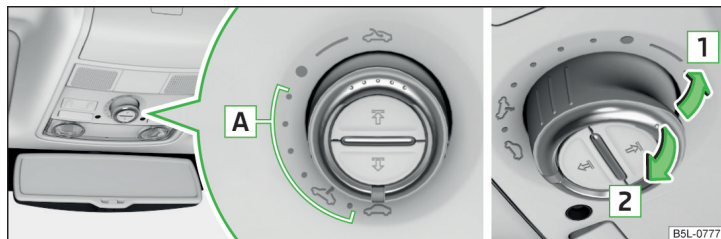

Fig. 40 Commande confort du toit ouvrant coulissant/relevable
Commande du toit ouvrant coulissant/relevable » fig. 40
Si le toit ouvrant coulissant/relevable est fermé en tirant sur l'évidement du commutateur dans le sens de la flèche **2** » fig. 40 à la page 58 et si le processus de fermeture rencontre un obstacle, la limitation de la force est désactivée lors de la troisième tentative de fermeture (si le délai de 5 s entre les différentes tentatives de fermeture n'est pas respecté). Fermez le toit ouvrant coulissant/relevable avec précaution – risque de blessure.
- Mettez le contact et réglez le commutateur en position ↶ » fig. 40 à la page 58.